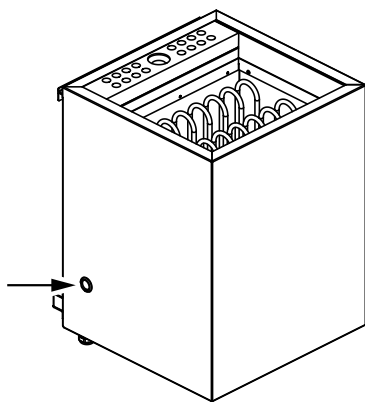

Figura 16. Ripristino della protezione termica di sicurezza dell'umidificatore
- Verificare che la protezione termica di sicurezza non sia scattata. (Figura 16. Ripristino della protezione termica di sicurezza dell'umidificatore)
- Istruzioni per il ripristino della protezione termica di sicurezza dell'umidificatore (Figura 16. Ripristino della protezione termica di sicurezza dell'umidificatore)